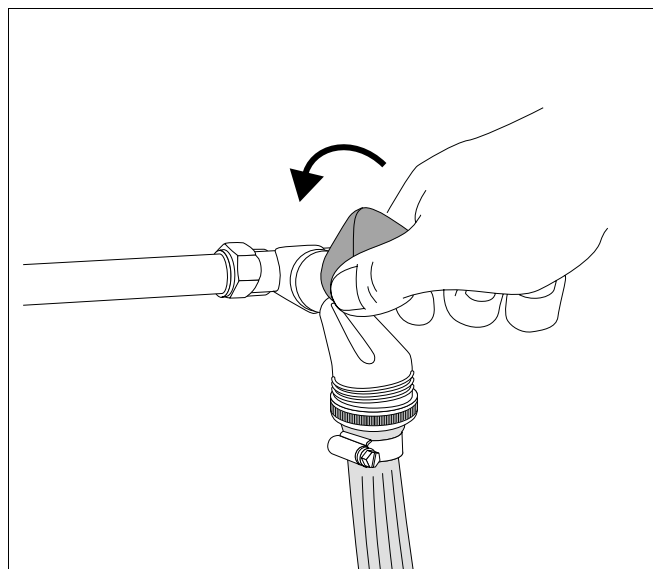

Fig. 67 Åbning af vandhanen og påfyldning af varmeanlægget
- Åbn forsigtigt vandhanen, og fyld langsomt anlægget (fig. 67).